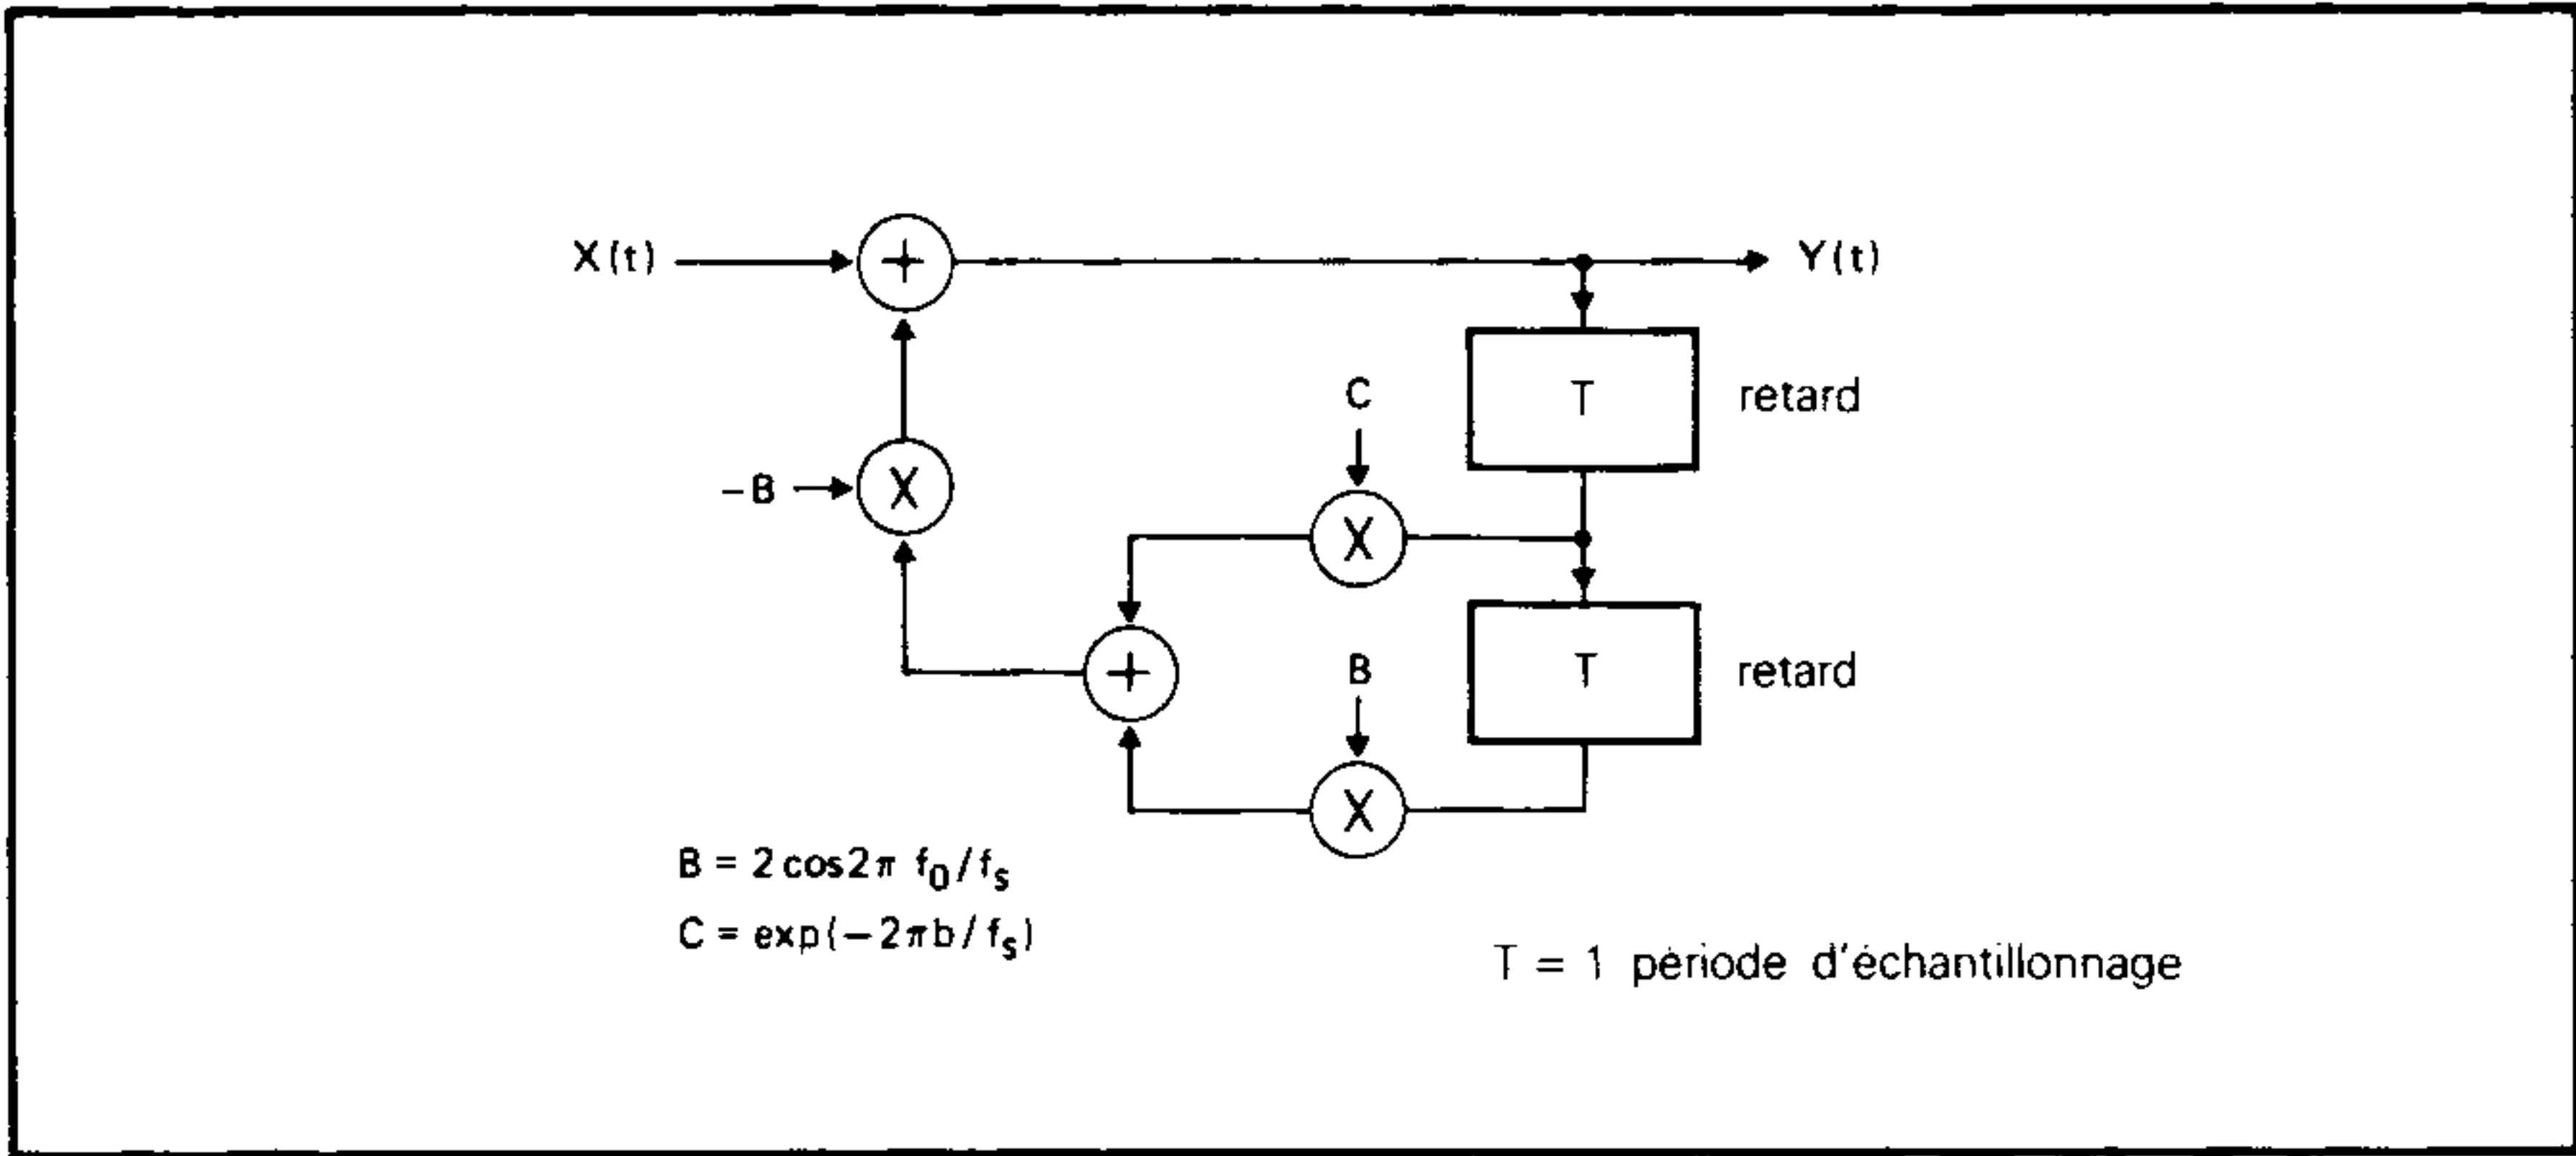

Figure 6 - Filtre numérique du 2^e ordre
- **Quatre formants**, chacun réalisé sous forme d'un filtre numérique du second ordre à trois multiplicateurs (voir figure 6).